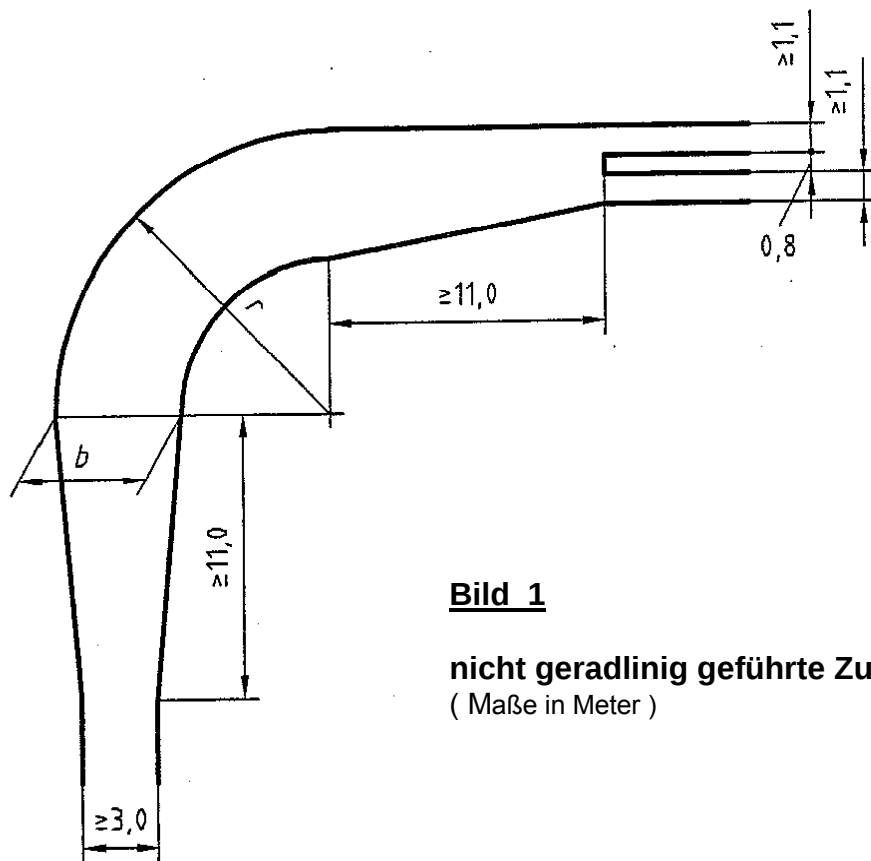

Bild 1
- werden die Zufahrten nicht geradlinig geführt, so muss in Abhängigkeit vom Außenradius der Kurve ihre Breite den in nachfolgender Tabelle angegebenen Werten entsprechen. Dabei müssen vor oder hinter Kurven auf einer Länge von mindestens 11 m Übergangsbereiche vorhanden sein (siehe Bild 1)